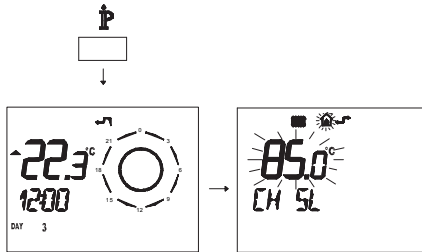

Figura 5.56
- Premere per più di 3 secondi il pulsante  $\mathbb{P}$  para per entrare in modalità *INFO* (Figura 5.56).